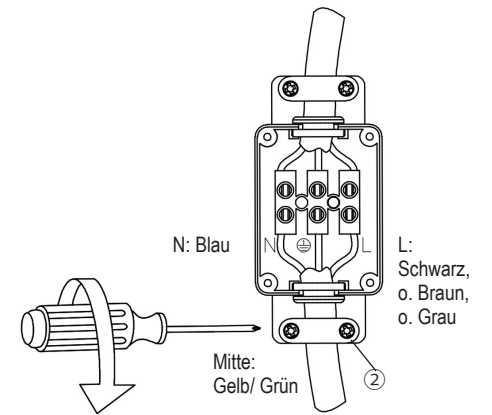

Bild 2
Bild 2: Die Zuleitung lt. gesetzlicher Richtlinie vorbereiten. Die 4 Schrauben der Anschlussbox ① lösen, die Box öffnen und das Kabel lt. Kennzeichnung anschließen. Stellen sie sicher, dass das Kabel richtig abgedichtet ist. Die 2 Schrauben der Zugentlastung ② festschrauben.